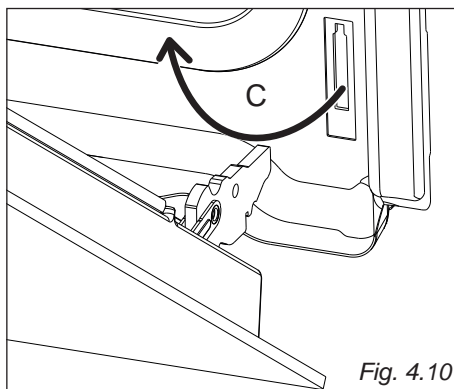

Fig. 4.10
- Estrarre i ganci delle cerniere (destra e sinistra) dal loro alloggiamento (freccia "C" - fig. 4.10).